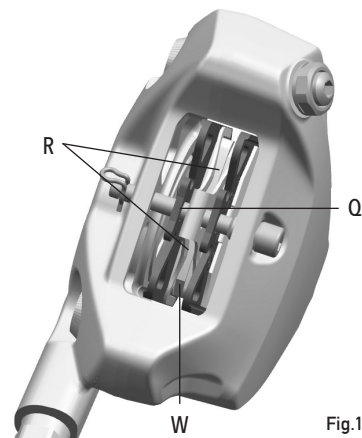

Fig.11
Per ciascuna pastiglia controllate che l'indicazione di usura della pastiglia W (Fig.11) sia presente, che la pastiglia sia correttamente posizionata con il supporto metallico Q (Fig.11) in contatto con il pistoncino e che la parte di attrito della pastiglia R (Fig.11) sia in contatto con il rotore. In caso contrario, rivolgetevi a un meccanico specializzato o ad un Pro Shop Campagnolo come indicato nel capitolo 2 "INFORMAZIONI E SUPPORTO TECNICO".
**Avvertenza:** Le condizioni di utilizzo con pioggia, fango, sabbia o polvere possono ridurre drasticamente la durata delle pastiglie usurandole precocemente rispetto ad un utilizzo su strade asfaltate e pulite. E' quindi importante controllare molto frequentemente che l'indicazione di usura W (Fig.11) sia presente sulle pastiglie stesse ed in caso contrario farle sostituire dal Vostro meccanico di fiducia.